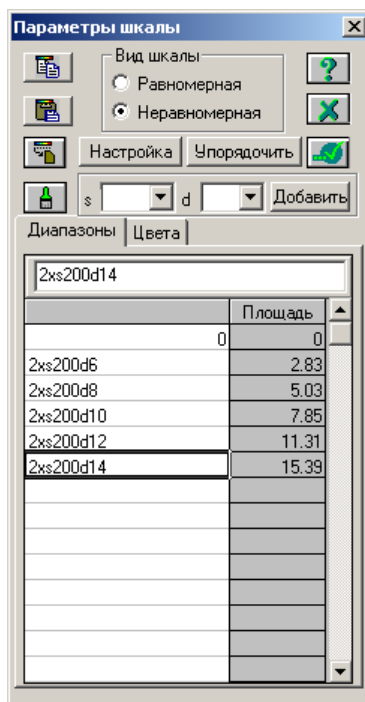

Рис.4.4.13. Окно диалога **Параметры шкалы**
- В открывшемся окне диалога **Параметры шкалы** (рис.4.4.13) выполните следующие действия: